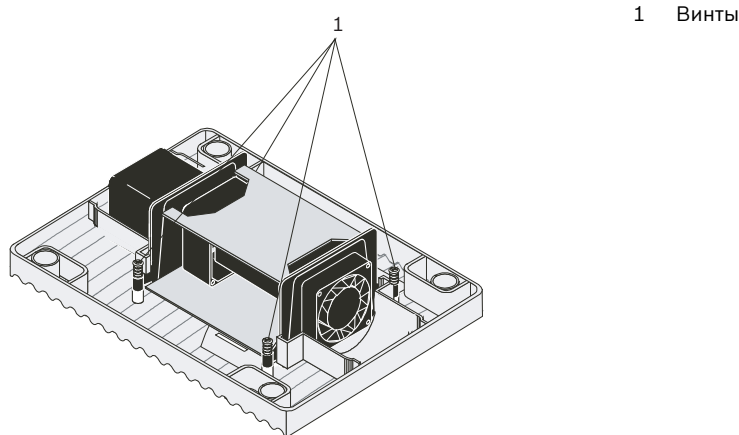

Рисунок 4.3 Разворот модуля извещателя FAS-420-TM в лицевой панели
1. Извлеките четыре винта (см. *Рисунок 4.3*).